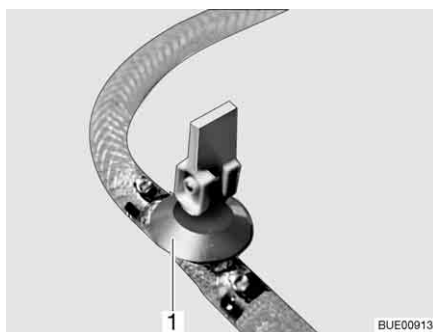
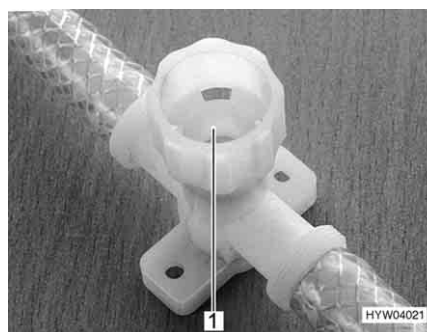

Bild 244 Avtappningskran (med vipparm)
Bild 245 Avtappningskran (med vred)
- Öppna alla avtappningskranar. Ställ för detta avtappningskranens vipparm (Bild 244,1) lodrätt eller vrid avtappningskranens kran (Bild 245,1) moturs.